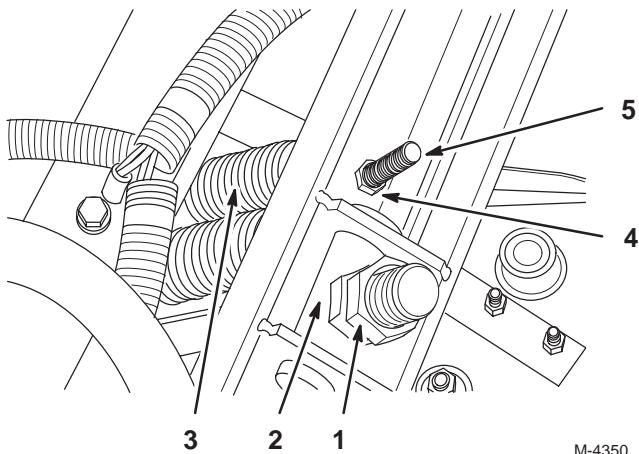

**Figure 30**
Pour remplacer la courroie de transmission ou de l'arbre intermédiaire, utilisez les procédures suivantes et le schéma d'acheminement des courroies (Fig. 30).
5. Mettez les courroies en place et installez la courroie de transmission sur la poulie de transmission selon le trajet illustré (Fig. 30).